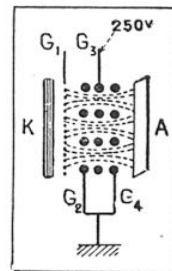

FIG. 3. — FONCTIONNEMENT D'UNE LAMPE A PARCOURS ÉLECTRONIQUE COMMANDÉ PAR GRILLES MULTIPLES
Le bruit de souffle d'une lampe est dû au fait que le courant qui la traverse est transporté par des électrons, donc discontinu, et que, sur leur trajet entre cathode et anode, un nombre sans cesse variable (suivant les lois du hasard) de ces électrons est absorbé au passage par la grille-écran (1). Cet effet est donc d'autant plus sensible que le courant de la grille-écran est plus important. Il faut donc le réduire et, pour cela, on concentre le faisceau électronique entre les barreaux des grilles de telle sorte que l'électron, lancé à toute vitesse, ne peut être happé au passage par la grille-écran. C'est ce que montre la figure 3. Les grilles G_2 et G_4 , polarisées négativement, repoussent les électrons et concentrent leur flux. Malgré sa tension élevée (250 V), la grille-écran G_3 ne peut guère capter d'électrons.